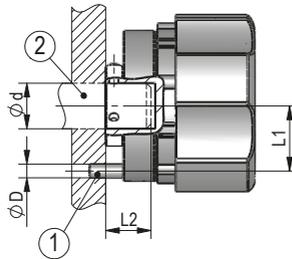
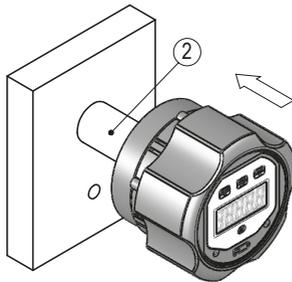
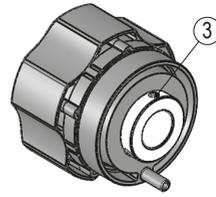

Abb. 1: Einbaumaße
Abb. 2: Montage
Abb. 3: Anzugsmoment
- ▶ Sorgen Sie für einen geringen Wellen- und Winkelversatz zwischen Welle und Aufnahmebohrung durch geeignete Fertigungsmaßnahmen (siehe **Abb. 1** + **Tab. 1**).
Vorbereitung Montage (**Abb. 1**, **Abb. 2**, **Abb. 3**):
Montage (**Abb. 1**, **Abb. 2**, **Abb. 3**):